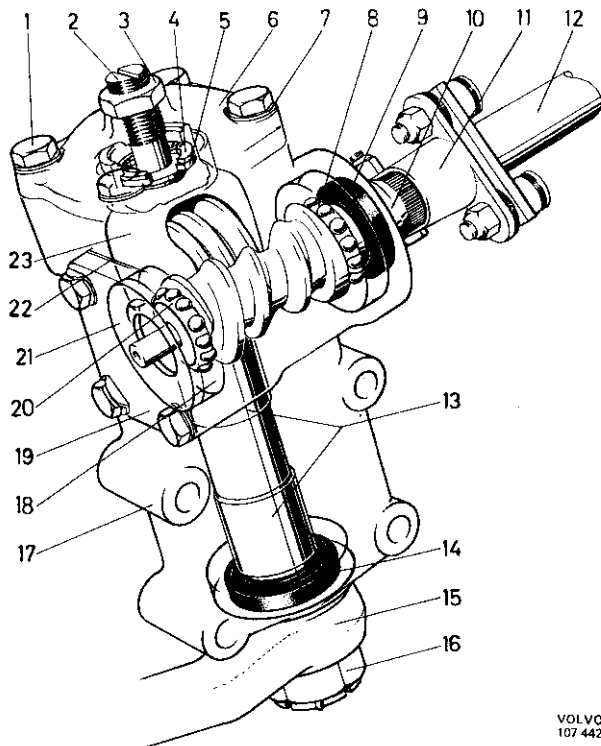

Abb. 55 Lenkgetriebe
Das Lenkgetriebe ist vom Typ Schnecke und Rolle. Seine Konstruktion geht aus Abb. 55 hervor. Das Übersetzungsverhältnis beträgt 17,5:1 Die Lenkschnecke (10) ist zwischen zwei Kugellagern (8 u. 20) gelagert. Ihre Vorspannung wird durch Beilage von Scheiben (22) eingestellt. Die Lenkrollenwelle (Segmentwelle) selbst ist in zwei Buchsen (13), die Lenkrolle auf zwei Nadellagern gelagert. Da der Eingriff der Lenkrolle mit der Schnecke von der axialen Lage der Lenkrollenwelle abhängig ist, kann deren Axialspiel mit einer Stellschraube (2) eingestellt werden. Für die Schmierung des Lenkgetriebes wird Hypoidöl verwendet.